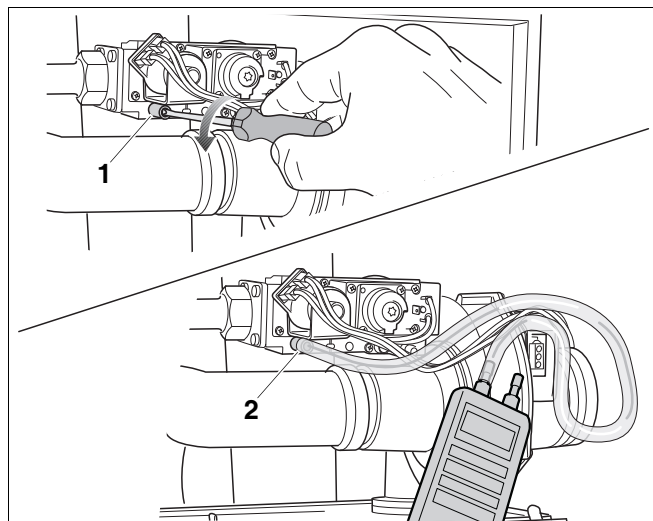

Fig. 79 Måling af gastilslutningstryk
- Løsn låseskruen på prøveniplen til gastilslutningsstrykket og udluftningen 2 omdrejninger (fig. 79, pos. 1).
- Sæt trykmåleapparatets måleslange på prøveni-plens plustilslutning (fig. 79, pos. 2).